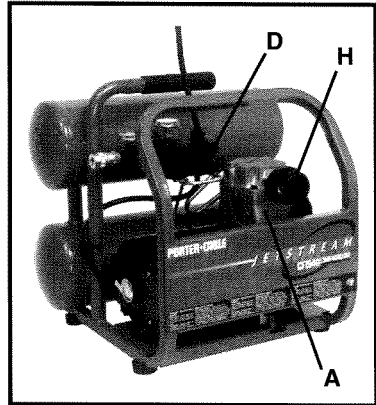

Fig. 1
Bomba del compresor de aire (A), Fig. 1: Para comprimir el aire, el pistón se mueve hacia arriba y hacia abajo en el cilindro. En la carrera descendente, se aspira aire a través de las válvulas de admisión. Las válvulas de escape permanecen cerradas. En la carrera ascendente del pistón, se comprime el aire. Las válvulas de admisión se cierran y se fuerza la salida de aire comprimido a través de las válvulas de escape.
Conmutador activado por presión prefijada (D), Fig. 1: El conmutador activado por presión prefijada arranca el motor automáticamente cuando la presión del tanque desciende por debajo de la presión de "conexión" establecida en fábrica y detiene el motor cuando la presión del tanque de aire alcanza la presión de "desconexión" establecida en fábrica.
Filtro de admisión de aire (H), Fig. 1: Este filtro está diseñado para limpiar el aire que entra en la bomba. Este filtro siempre debe estar limpio y no tener obstrucciones. Gire la tapa del filtro en sentido contrario al de las agujas del reloj para quitarlo y dejar al descubierto el elemento de papel del filtro.